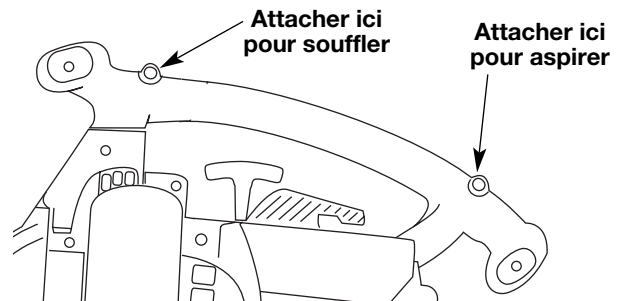

Fig. 7
3. Encliquez le clip dans le support de fixation à l'avant ou à l'arrière de la poignée. Attachez à la partie antérieure de la poignée lorsque vous vous servez de la machine dans sa configuration souffleur, et attachez à la partie postérieure de la poignée lorsque vous vous servez de la machine en configuration aspirateur (Fig. 7).